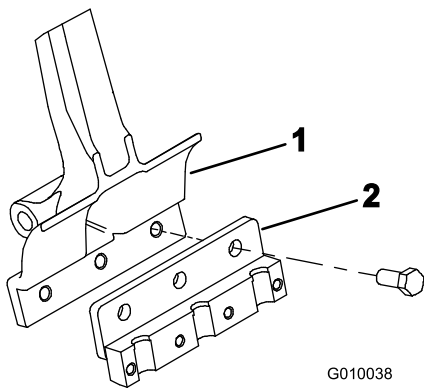

图22
2. 用 3 个螺栓 1/2 x 1-1/4 英寸将打孔针夹头固定到各个打孔针臂图22。上紧螺栓扭矩至 101.6N m。